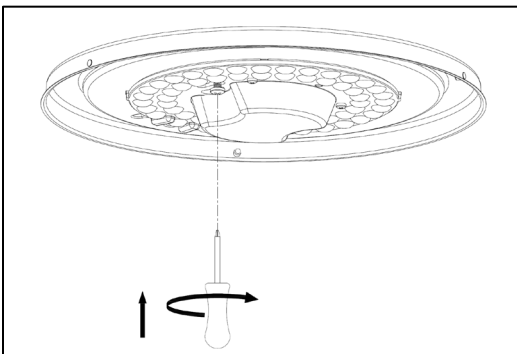

Figure 10
6. Fixer les 2 vis à l'aide d'un tournevis cruciforme (voir la figure 10).